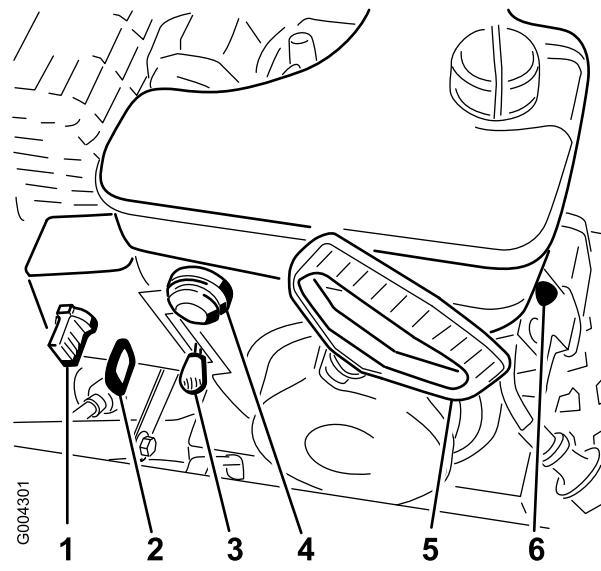

Figura 14
2. Togliete la chiave di accensione (Figura 14).
3. Tirate in fuori la manopola dello starter (Figura 14).
2. Portate la leva dell'acceleratore in posizione Fast (Figura 14).
5. Girate lo starter (Figura 14) in posizione On.
6. Inserite la chiave di accensione (Figura 14).
7. Coprite con il pollice il foro al centro dell'iniettore (Figura 14) e premetelo lentamente tre volte, sostando un attimo ogni volta.
8. Afferrate la maniglia di avviamento (Figura 14) ed estraetela lentamente fino ad innestarla, quindi tiratela con forza per avviare il motore.
10. Quando si è avviato il motore, girate immediatamente lo starter (Figura 14) in posizione 3/4. Mentre il motore si riscalda, ruotate lo starter in posizione centrale. Quando il motore è abbastanza caldo, girate lo starter in posizione Off.